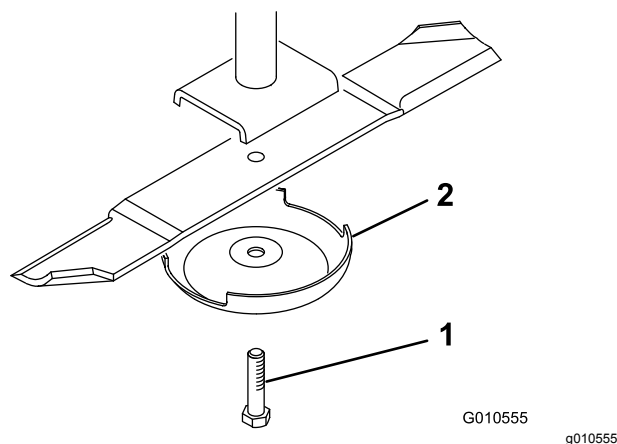

Figura 28
2. Fixe a extremidade da lâmina utilizando um pedaço de tecido ou uma luva grossa. Retire o parafuso da lâmina, o recipiente antidanos e lâmina do eixo (Figura 28).